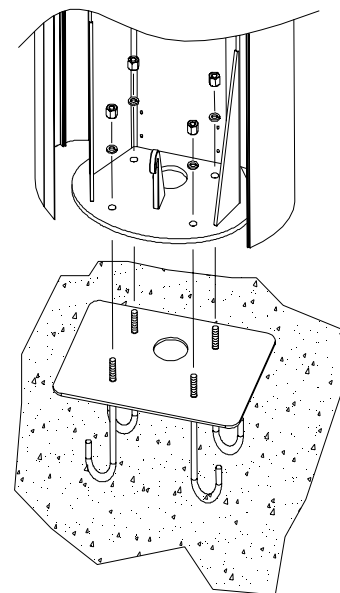

Fig. 4
- Abrir las antas, posicionar la barrera en la placa de fundación ajustando los orificios con las anclas roscadas y fijar la barrera atornillando las tuercas M10 en las respectivas anclas (Fig.4).